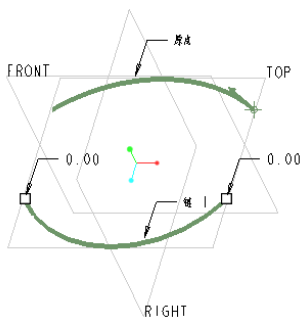
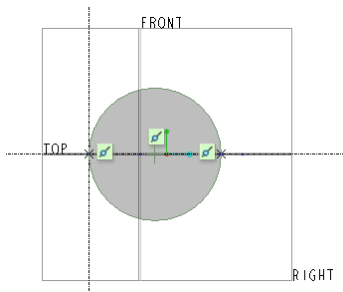

图 7-17 选择原点轨迹与其他链轨迹
图 7-18 绘制剖面
④ 在“扫描”选项卡中单击“退出暂停模式，继续使用此工具”按钮，退出暂停模式，继续执行创建可变剖面扫描曲面的操作。
⑤ 选择半径较大的那条曲线作为原点轨迹，接着在按住〈Ctrl〉键的同时选择另一条曲线作为辅助控制的链曲线，如图 7-17 所示，注意原点轨迹的起始箭头位置及方向。
⑥ 在“扫描”选项卡中打开“参考”面板，从“截面控制”下拉列表框中选择“恒定法向”，在图形窗口中选择 RIGHT 基准平面作为方向参考，水平/竖直控制选项默认为“自动”。
⑦ 在“扫描”选项卡中单击“创建或编辑扫描截面”按钮.
⑧ 单击“圆：3 点”按钮，绘制图 7-18 所示的扫描截面，单击“确定”按钮.